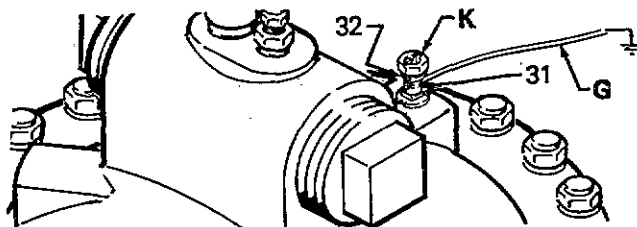

Fig 1
1. *Pumpen*: Använd en jordlina med klammer som visas i fig 1.
För att jorda tanken, lossa jordskruvens låsmutter (K) och bricka. Anslut ena änden på 1,5 mm2 jordledning (G) i spåret och dra åt låsmuttern ordentligt. Se fig 1. Anslut den andra änden på jordledningen med hjälp av en klammer till riktig jord. Se TILLBEHÖR för jordledning och klammer.